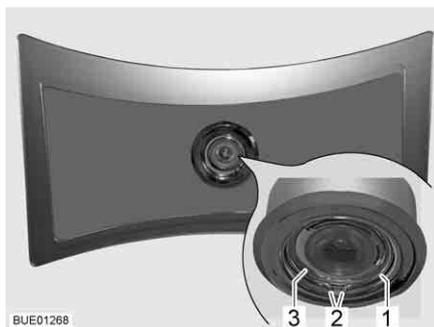

Fig. 281 Plafonnier
- Presser la rondelle élastique (Fig. 281,1) par ses deux extrémités (Fig. 281,2) et la retirer.
- Extraire le boîtier (Fig. 281,3) avec la DEL de la lampe.